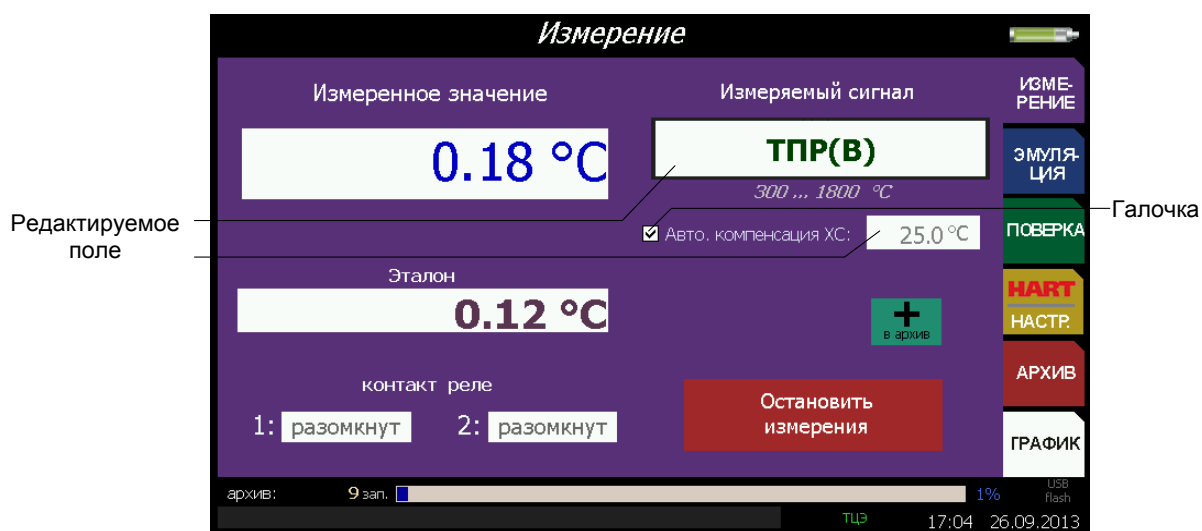

Рисунок 2.6
2.5.3.1 Для ввода значений параметров конфигурации в меню ИКСУ-2012 предусмотрены следующие элементы управления (см. рисунок 2.6):